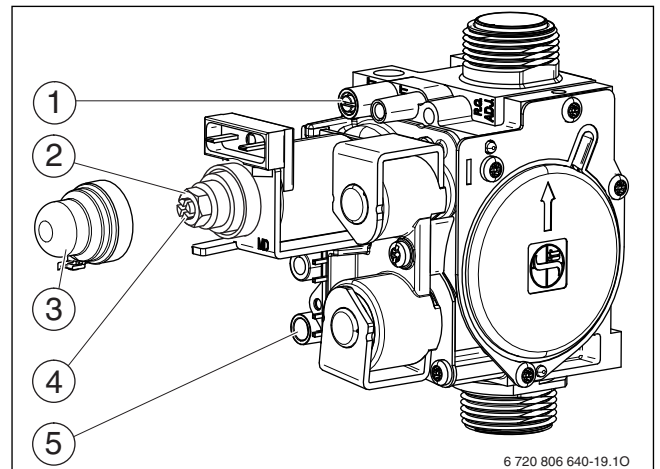

Рис. 32 Газовая арматура
- ▶ Отверните уплотнительный винт штуцера измерения давления на форсунках (→ рис. 32, [1]) и подсоедините U-образный манометр.
- ▶ Снимите крышку (→ рис. 32, [3]).
- ▶ Давление на форсунках (мбар) для положения «максимум» приведено в таб. на стр. 37 Установите давление на форсунках регулировочным винтом максимального расхода газа (→ рис. 32, [2]). Поворот направо - больше газа, поворот налево - меньше газа.
- ▶ Давление на форсунках (мбар) для положения «минимум» приведено в таб. на стр. 37. Установите давление на форсунках регулировочным винтом минимального расхода газа (→ рис. 32, [4]).
- ▶ Выключите котёл и закройте газовый кран, отсоедините U-образный манометр и заверните уплотнительный винт (→ рис. 32, [1]).
- ▶ Отверните уплотнительный винт на штуцере измерения подаваемого давления газа (→ рис. 32, [5]) и подсоедините манометр.
- ▶ Установите и опломбируйте крышку (→ рис. 32, [3]).